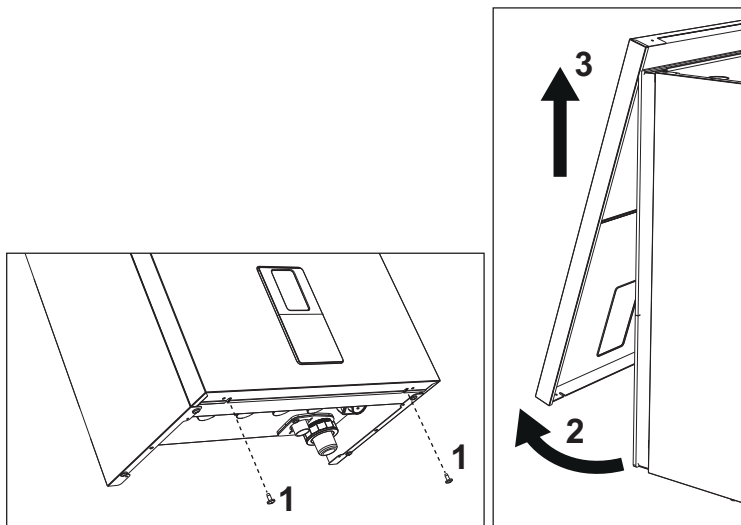

fig. 55- Deschiderea panoului frontal
1. Deșurubați șuruburile „1” (consultați fig. 55).